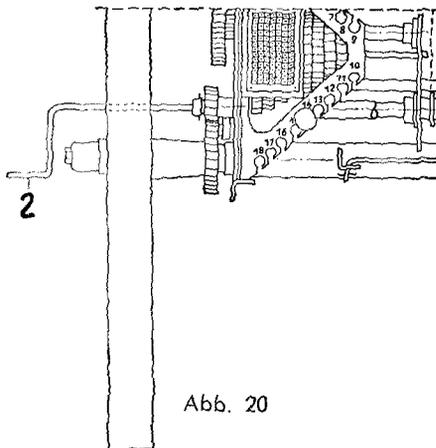

Abb. 20
Nach Einstellung der Maschine nach der Sätabelle soll zur Kontrolle der Aussaatmenge das Abdrehen erfolgen. Hierzu wird die Entleerungsmulde (1) in Entleerungsstellung (3) gebracht, so daß die beim Abdrehen herunterfallenden Körner aufgefangen und gewogen werden können. Außerdem ist darauf zu achten, daß sich der Schalthebel in der unteren Stellung (Maschine ausgerückt) befindet. Bevor jedoch mit dem Abdrehen begonnen wird, ist die Abdrehkurbel (Abb. 20, Nr. 2) von außen durch die Speichen des Laufrades auf das Getriebeeingangszahnrad zu schieben und so lange rechtsherum (im Uhrzeigersinn) zu drehen, bis die Bodenklappen gleichmäßig gefüllt sind. Hiernach werden die in der Entleerungsmulde befindlichen Samenkörner in den Saatkasten zurückgeschüttet und die Mulde wieder in Entleerungsstellung (3) gebracht. Beim Abdrehen wird die Abdrehkurbel (Abb. 20, Nr. 2) entsprechend den in der letzten Spalte nachfolgender Tabelle angegebenen Werten rechtsherum gedreht.